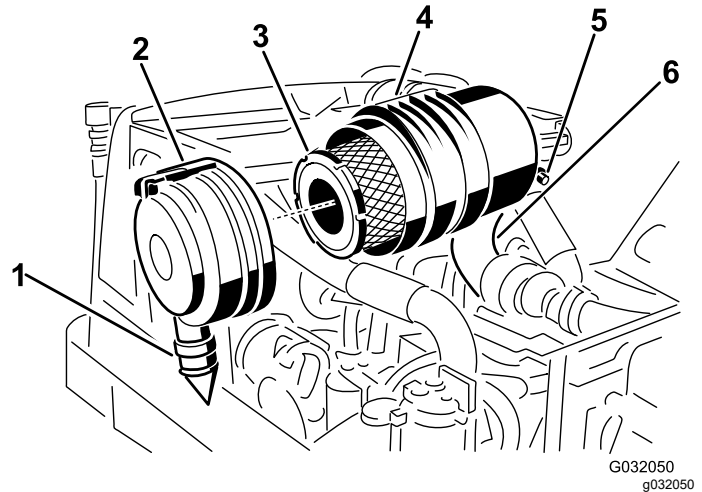

Figure 46
2. Déposez le préfiltre (Figure 46).
3. Remplacez le préfiltre (Figure 46).
7. Montez le couvercle en dirigeant la valve de sortie en caoutchouc vers le bas, entre les positions 5:00 et 7:00 heures vu de l'extrémité, puis verrouillez-le en place (Figure 46).